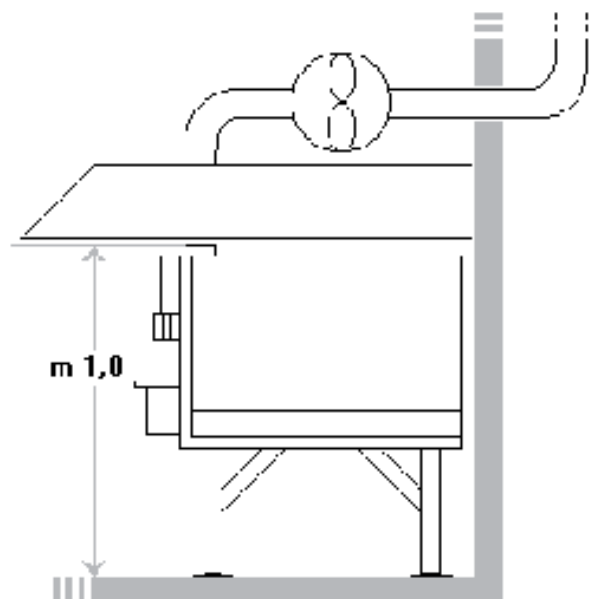

FIG N. 3
3) **Принудительная вытяжка под навесом.** В случае установки печи под навес конец трубы выброса должен находиться на расстоянии не меньше 2 м от поверхности опоры печи (от земли). Из вида в разрезе: выход трубопровода выброса продуктов сгорания должен располагаться внутри периметра вытяжки (смотри fig. N.3)